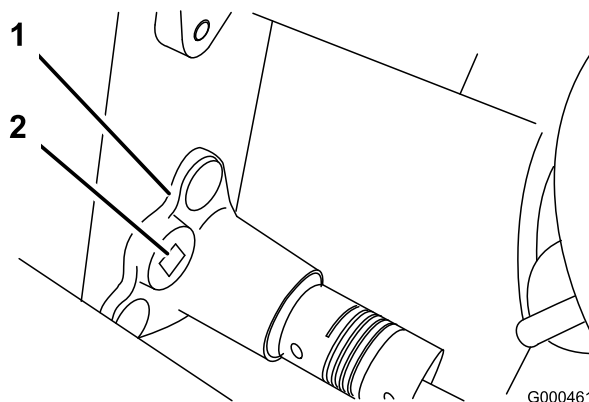

Figura 37
- B. Con una chiave torsiometrica da 3/8" girate la sede del cuscinetto ad una coppia compresa tra 4 e 4,5 Nm per impostare la tensione della cinghia (Figura 37)